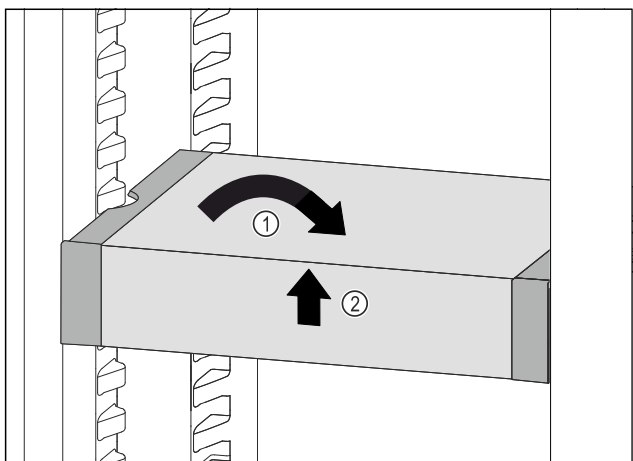

Fig. 91
- ▶ 将 VarioSafe 放平。Fig. 91 (1)
- ▶ 抬起 VarioSafe 前部。Fig. 91 (2)